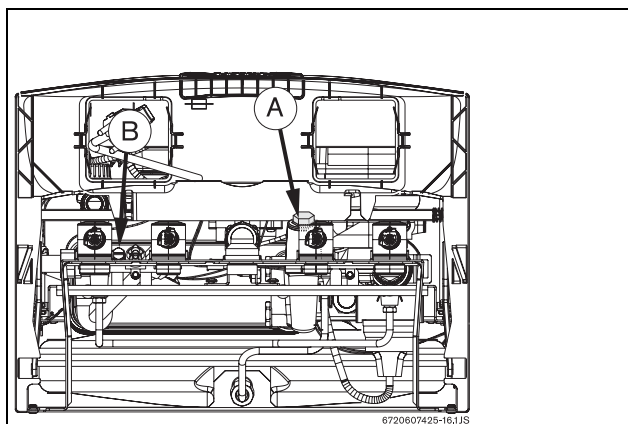

Fig. 34
- ▶ Aflojar el tapón (Fig. 34, Pos. A).
- Desenroscar el tornillo de desagüe (Fig. 34, Pos. B).